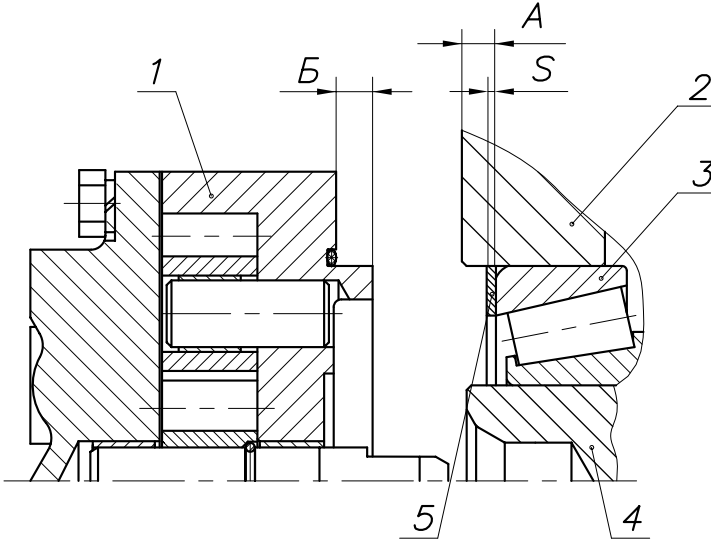

Рис.107:
5.1 Установить в расточку картера коробки передач наружное кольцо переднего подшипника промежуточного вала, после чего замерить абсолютную величину размера А (между торцами картера и наружным кольцом подшипника) рис. 107. При этом, наружное кольцо заднего подшипника промежуточного вала должно быть плотно (под усилием собственного веса вала) прижато к торцу проставки демультипликатора, а наружное кольцо переднего подшипника - к роликам. Перед замером промежуточный вал повернуть не менее пяти оборотов.